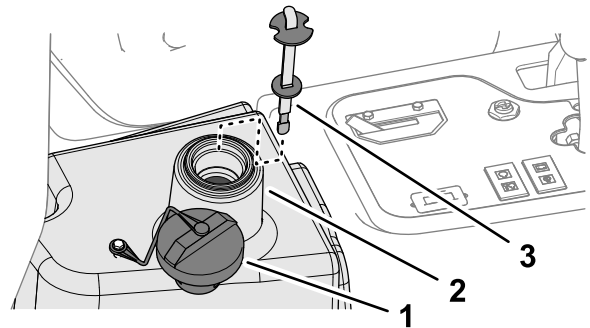

Figure 82
2. Nettoyez la surface autour du goulot et du bouchon de remplissage du réservoir hydraulique (Figure 82), et enlevez le bouchon.